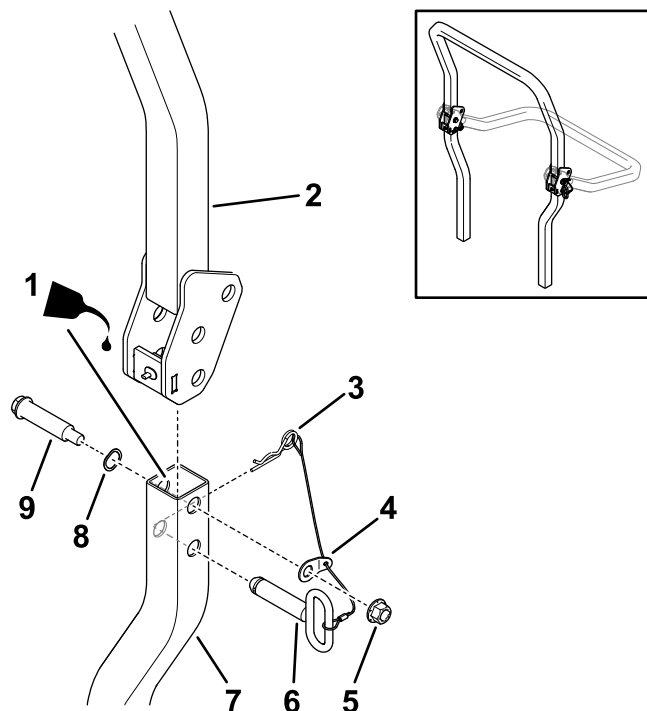

Рисунок 12
5. Слегка смажьте маслом внутренние поверхности труб нижней защитной дуги (Рисунок 12).
6. Нежестко прикрепите верхнюю защитную дугу к нижней защитной дуге, используя 2 болта с буртиком, 2 волнистые шайбы, 2 стопорные лепестковые шайбы, прикрепленные к стропам, и 2 контргайки (1/2 дюйма), как показано на Рисунок 12.
8. Поднимите верхнюю защитную дугу в вертикальное положение, установите фиксаторы (овальные ручки должны находиться снаружи машины) и закрепите игольчатыми шплинтами на каждой стороне (Рисунок 12).